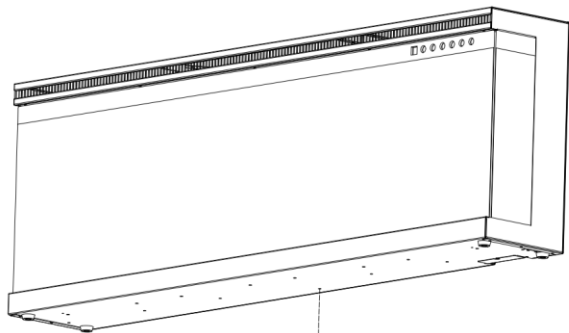

Fig 1-1 ↓
A. Retire el tornillo plateado de la parte inferior del dispositivo. (Fig. 1-1). Coloque el tornillo en un lado.